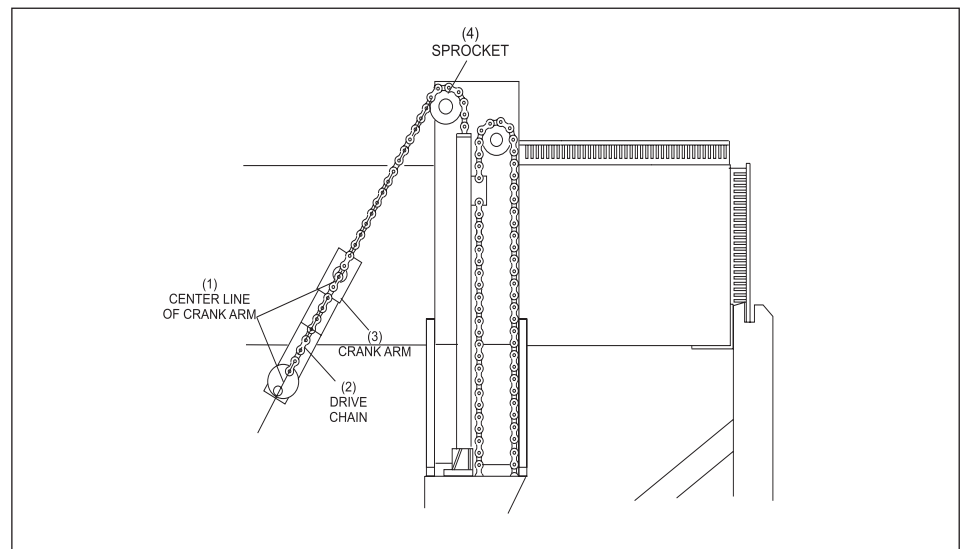

Abbildung 5-29. Position der Antriebskette
- c. Drehen Sie die Keilriemenscheibe des Stelltischmotors mit der Hand, bis die Kurbelwelle den Stelltisch und die Liftkette, wie in *Abbildung 5-29* dargestellt, eine gerade Linie bilden. (Die Anleitung zum ordnungsgemäßen Absenken des Stelltisches finden Sie im Wartungsabschnitt dieses Handbuchs.)
- a. Positionieren Sie den Stelltisch so, dass die Antriebskette die Mittellinie der Kurbelwelle kreuzt. Siehe *Abbildung 5-29*.
- (1) MITTELLINIE DER KURBELWELLE
- (2) ANTRIEBSKETTE
- (3) KURBELWELLE
- (4) ZAHNKRANZ